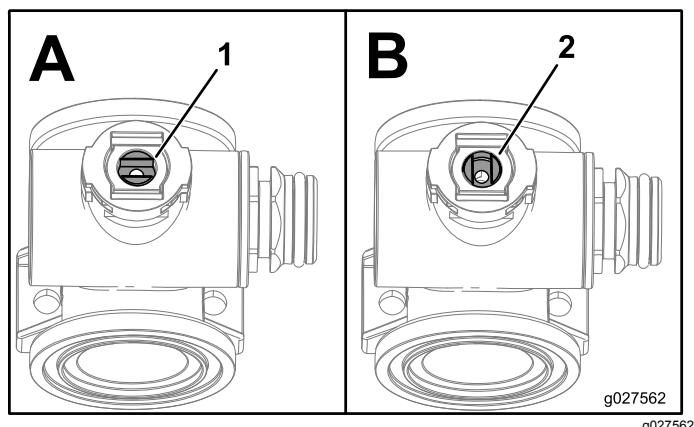

Figure 111
- Tournez la tige de la vanne de sorte à fermer la vanne (B sur la Figure 111).